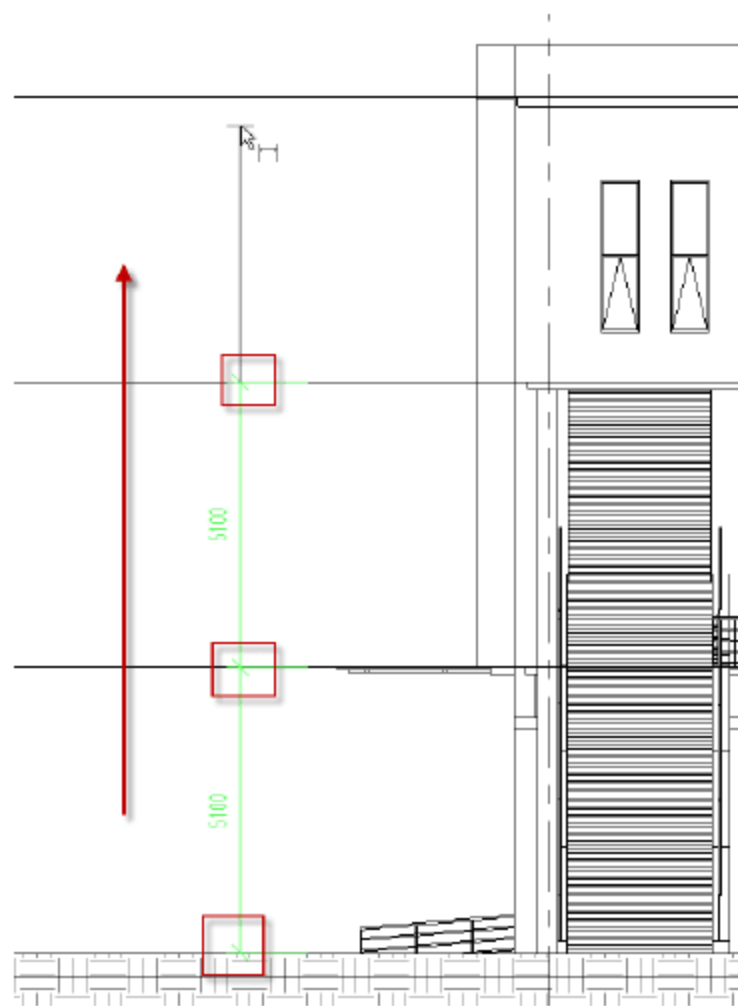
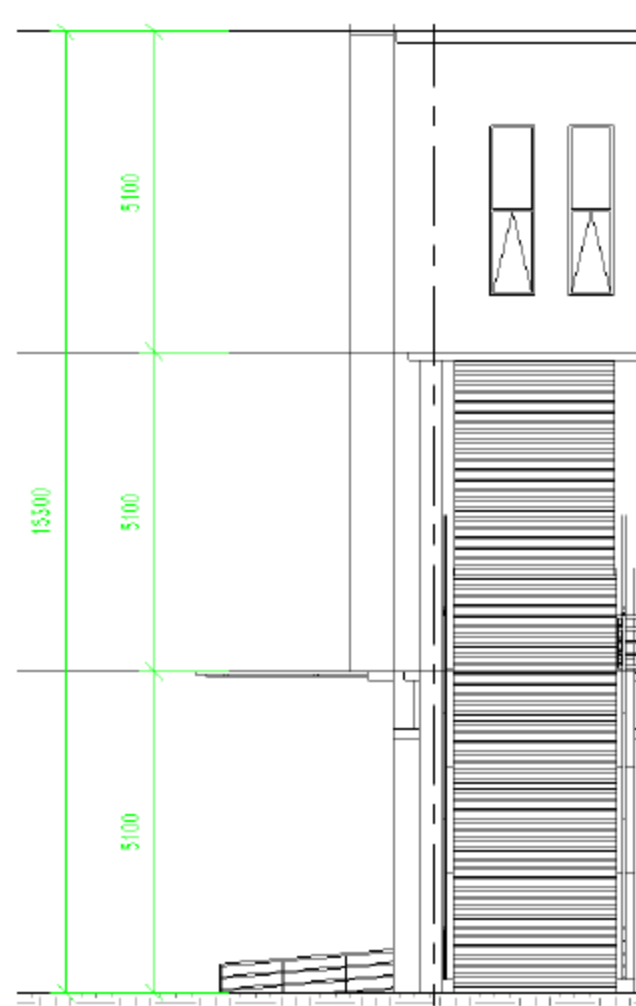
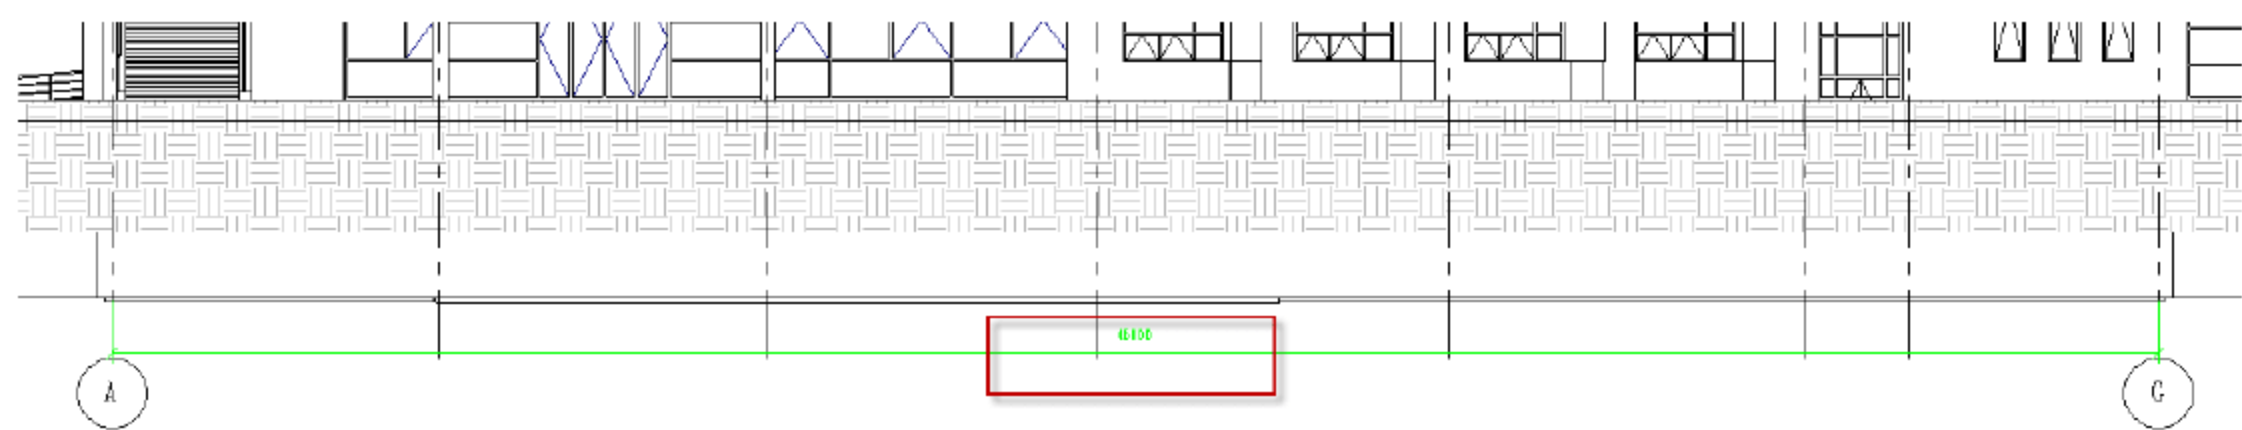

图 13.1.19 立面尺寸标注 1
图 13.1.20 立面尺寸标注 2
图 13.1.21 立面面宽标注
(4) 立面尺寸标注。按快捷键 **D+I**，系统会自动调用上次操作的标注样式，移动视图到左侧，从下向上标注纵向的尺寸，如图 13.1.19 和图 13.1.20 所示。使用同样的命令，对 A~G 轴的面宽尺寸进行标注，如图 13.1.21 所示。